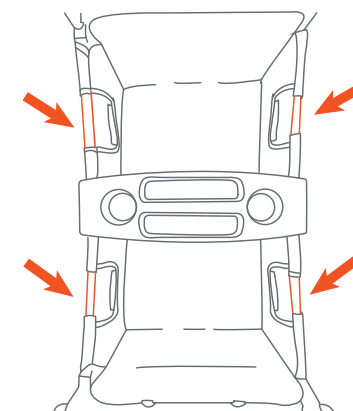
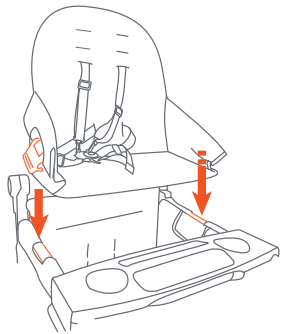
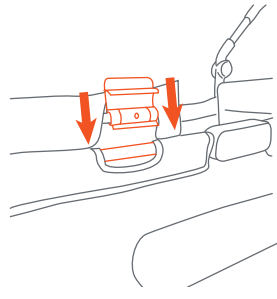

Fig. 7f
Fig. 7g
Fig. 7h
• Line up the plastic tabs on the child seat with the rails (Fig. 7f) on the wagon frame (Fig. 7g & Fig. 7h).
- Alinee las pestañas de plástico del asiento para niños con los rieles (Fig. 7f) del marco del vagón (Fig. 7g y Fig. 7h).